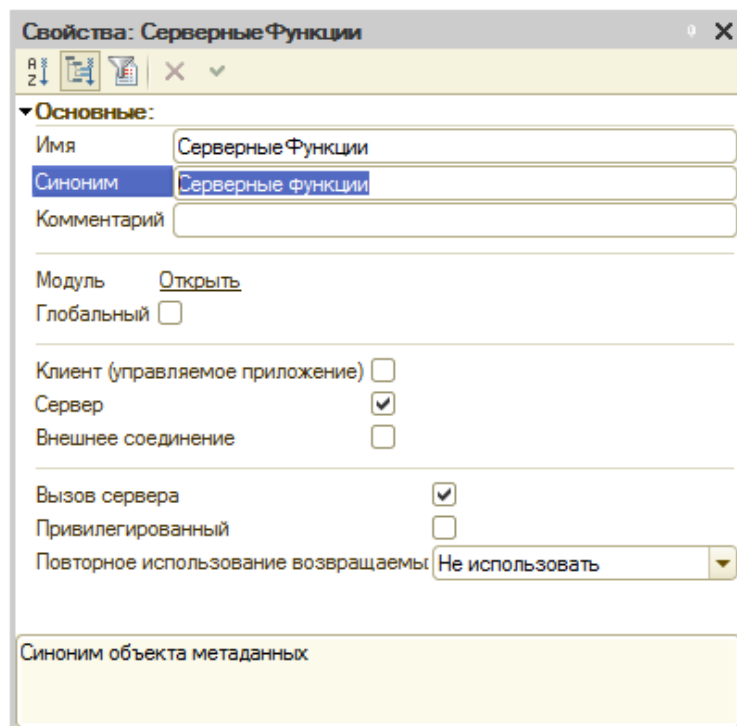

Рисунок 5.14- Общий модуль СерверныеФункции, свойства
7.7 Создадим новый общий модуль (в ветви **Общие модули** дерева конфигурации), назовем его **СерверныеФункции**. Проследим за тем, чтобы в его свойствах были установлены флаги **Сервер** и **Вызов сервера**, **Рисунок 5.14**.